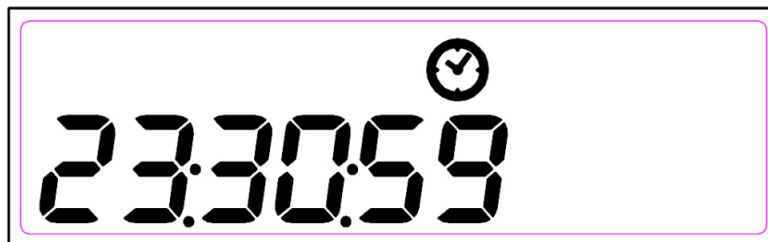

Рисунок 10 – Отображение текущего времени
**2.3.9** Текущее время, установленное в счетчике (рисунок 10).